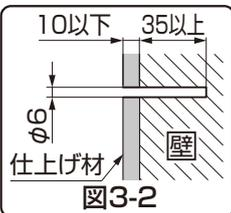

図3-2
- ②横型ポストを取付ける壁に、穴径φ6、有効深さ35mm以上の穴をあけてください。(図3-2参照)